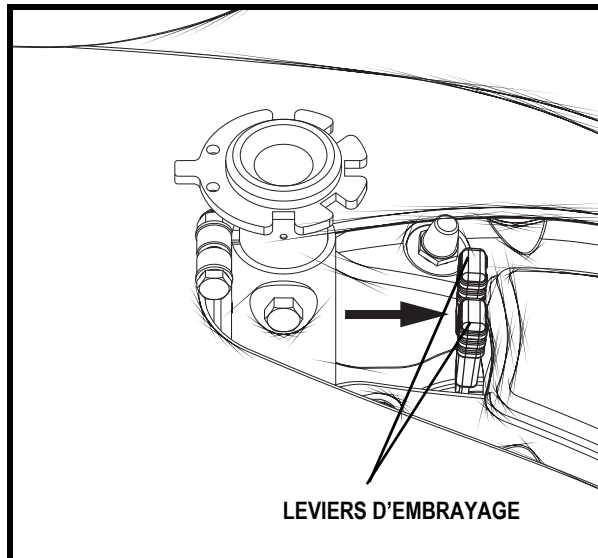

Figure 8. Mode de traction (embrayé)
Voir la figure 8.
2. Assurez-vous que le fauteuil est bien embrayé. **Voir la figure 8.**